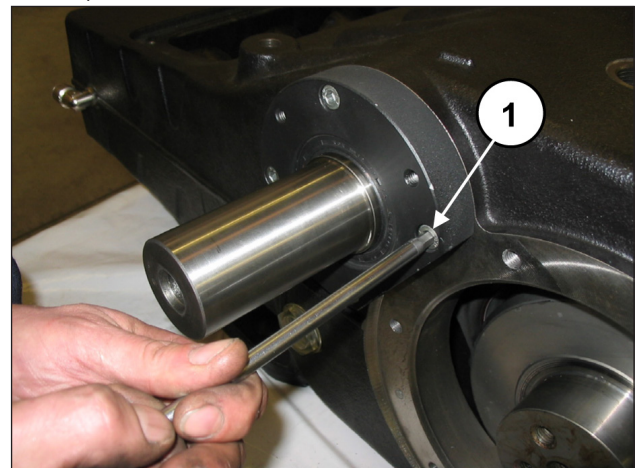
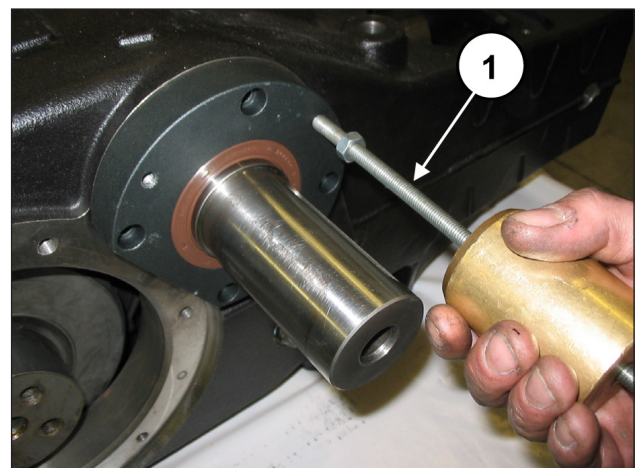

Abb. 26
Abb. 27
Lösen Sie die Befestigungsschrauben des rechten und linken Zapfwellen-Lagerdeckels (Pos. ①, Abb. 26) und ziehen Sie die beiden Deckel von der Zapfwelle ab. Zum leichteren Ausbau verwenden Sie 3 Stiftschrauben oder Schrauben M8 (Pos. ①, Abb. 27) als Abzieher.